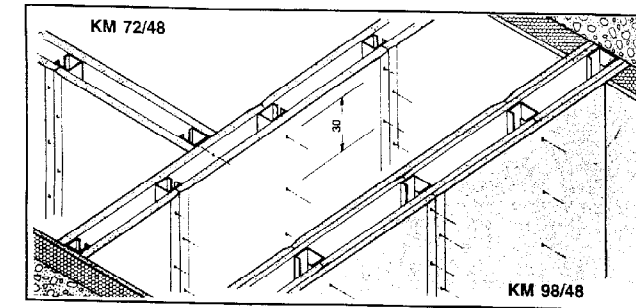

Fig. 1 - Liaison en T - raccord avec doublage
- Les figures 1 à 6 illustrent les principaux détails et les dispositions particulières de montage.